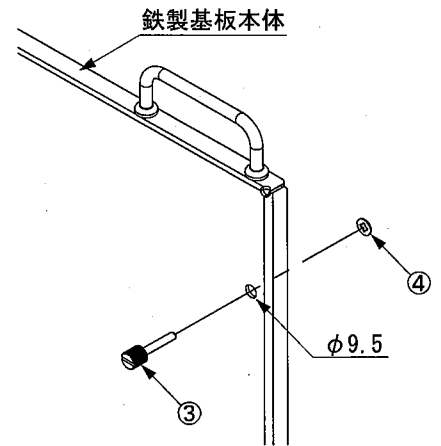

図4
4. 鉄製基板セットの右側上下にある2-φ9.5取付穴へローレットねじ③を通し、ねじ先端より抜止めワッシャー④をねじの中央まではめてください。(図4)